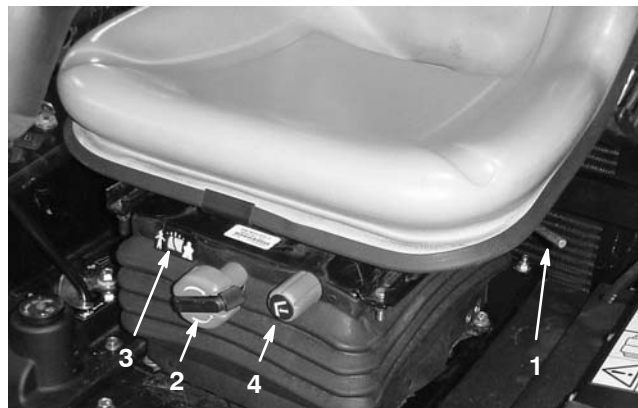

**Figure 28**
- Levier de réglage – pour régler le siège en avant et en arrière (Fig. 28)
- Bouton de réglage selon le poids de l'utilisateur – permet de régler le siège en fonction du poids de l'utilisateur (Fig. 28)
- Indicateur de poids – indique quand le siège est réglé pour le poids de l'utilisateur (Fig. 28).